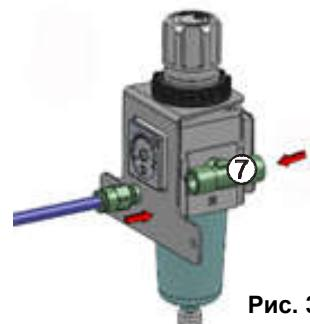

Рис. 3
Использовать АДАПТЕР 2.0 МПВ (7), рис.3, поставка по дополнительной заявке.